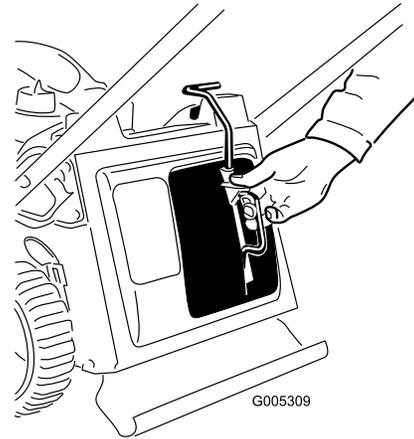
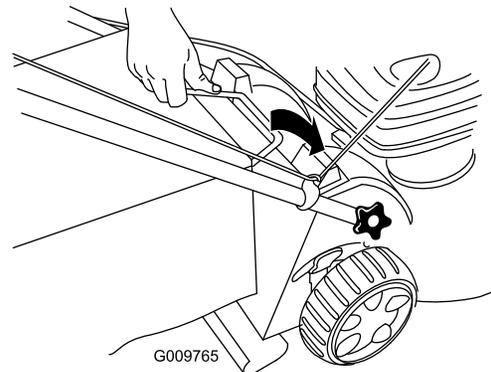

Bild 20
Bild 21
1. Bauen Sie den Mulchverschluss (Bild 20) oder den Fangkorb (Bild 21) am Rasenmäher ein.